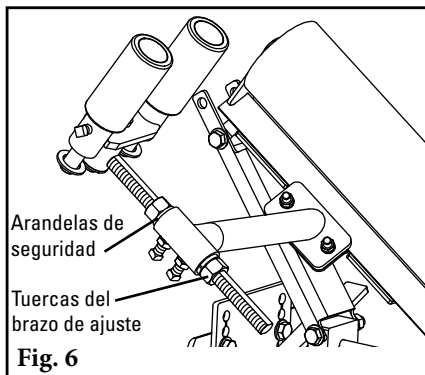
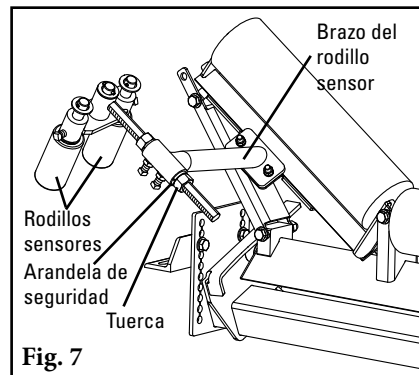

Fig. 6
Fig. 7
- Inserte los rodillos sensores en la unidad.** Vuelva a insertar los ensamblajes del rodillo sensor en los brazos del rodillo sensor en la posición de funcionamiento (hacia fuera) (Fig. 6). Ensamble las tuercas y arandelas de seguridad y apriete con los dedos, deje que cuelguen los rodillos sensores (Fig. 7).